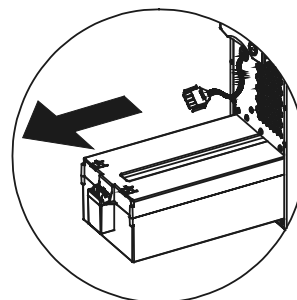

Fig. 6-4
4. Maintenir la position décrite ci-dessus et dégager le pack batteries en tirant vers l'extérieur comme le montre la Fig. 6-4.